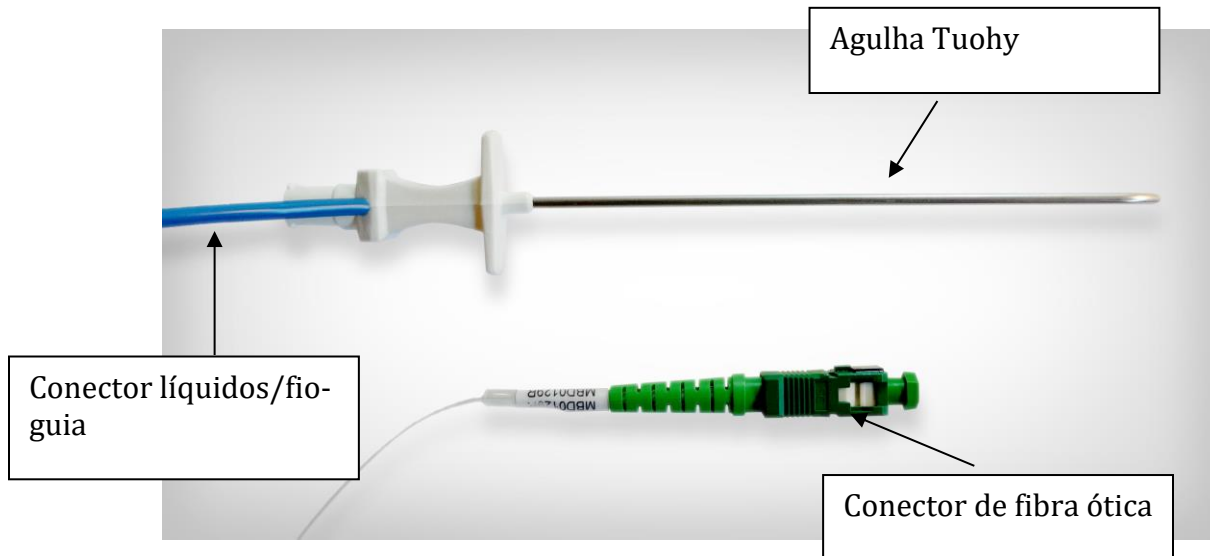

Figura 1 – Agulha EpiAccess
A agulha tem um sensor de fibra ótica integrado, biocompatível, colocado dentro de um tubo de aço inoxidável que é soldado no interior do lúmen (Figura 1). A Agulha EpiAccess permite que um fio-guia de 0,032" de diâmetro passe através de todo o comprimento da agulha. A Agulha EpiAccess será fornecida como um dispositivo estéril (OE), descartável, para utilizações a curto prazo por um único paciente. É fornecida em embalagem protectora adequada, composta por uma bandeja dentro de uma bolsa numa embalagem de SBS (caixa), para manter a esterilidade e a integridade do produto. A Agulha EpiAccess é utilizada em conjunto com a Unidade de Controlo EpiAccess.